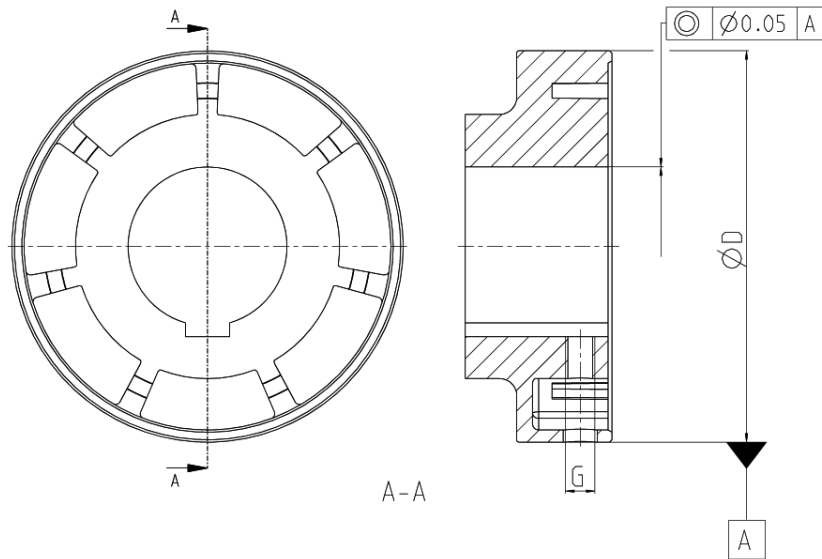

Abbildung 7.3: Vorgaben für Form- und Lagetoleranz der Bohrung und Position der Passfedernut
- die Form- und Lagetoleranzen nach DIN ISO 286 eingehalten werden (siehe hierzu die Abbildung 7.3).
Wenn die Nabe mit einer Passfedernut ausgeführt werden soll, ist sie bevorzugt zwischen den Nocken wie in Abbildung 7.3 gezeigt oder bei Nabentyp 2 und 3 zwischen Bohrungen, einzubringen. Die Auslegung und Überprüfung der Passfederverbindung obliegt dem Betreiber und liegt in seiner Verantwortung.